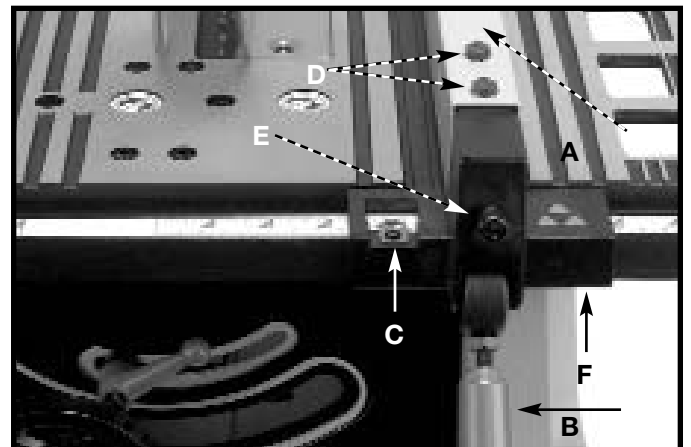

Fig. 33
1. Para mover la guía de corte a lo largo (A) Fig. 33, a lo largo de la mesa, levante la palanca de cierre (B), deslice la guía a la posición deseada en la mesa y empuje la palanca de cierre de la guía (B) hacia abajo para fijar la guía a dicha posición.
2. Se suministra un indicador para señalar la distancia en que se ha fijado la guía desde la hoja de la sierra. Si resulta necesario ajustar el indicador, afloje el tornillo (C) Fig. 33 que fija el indicador al soporte de la guía de corte a lo largo y ajuste el indicador conforme a los requisitos.
4. Coloque la guía en un extremo de la ranura de la escuadra de ingletes, tal como se ilustra en la Fig. 33. Fije la guía a la mesa empujando la palanca de cierre (B) hacia abajo. El borde de la guía debe quedar entonces paralela a la ranura de la escuadra de ingletes.
6. Afloje los dos tornillos (D) Fig. 33, y levante la palanca de cierre (B). Entonces, mientras que detiene el soporte de la guía (F) firmemente hacia usted, mueva la parte posterior de la guía (A) hasta que quede paralela con la ranura de la escuadra de ingletes. Apriete entonces los dos tornillos (D) y empuje la palanca de cierre (B) hacia abajo.
7. La acción de abrazadera de la guía (A) Fig. 33, puede ajustarse al levantar la palanca de cierre (B) y girando el tornillo (E) en el sentido de las manecillas del reloj para apretar, o en el sentido contrario para reducir la acción de abrazadera de la guía.